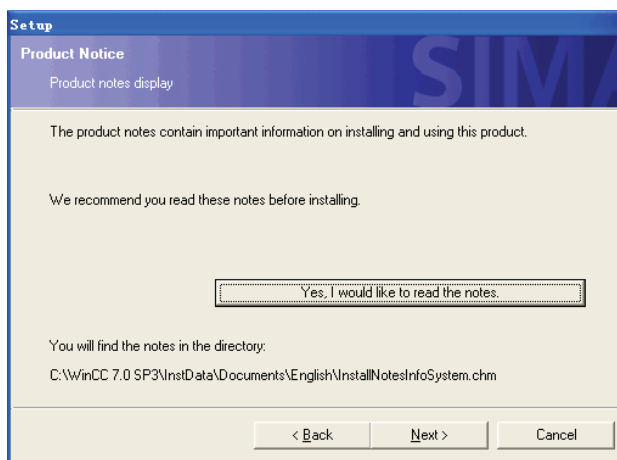
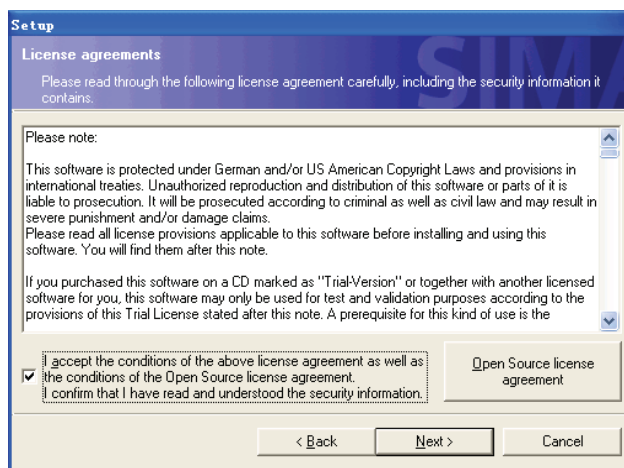

图 2-10 产品注意事项
图 2-11 注意事项
2) 弹出的产品注意事项如图 2-10 所示，单击“Yes, I would like to read the notes”，如图 2-11 所示，选择“I accept the conditions...”并单击“Next”，或者直接单击“Next”。